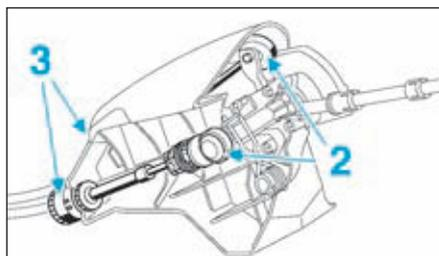

FIG.49
- Déposer (Fig.49) :
- les rotules (2) des câbles de commande,
- les arrêts de gaine (3) en tirant sur les bagues blanche.
- Déposer les rotules (2) des câbles de commande et les arrêts de gaine (3) (Fig.49).